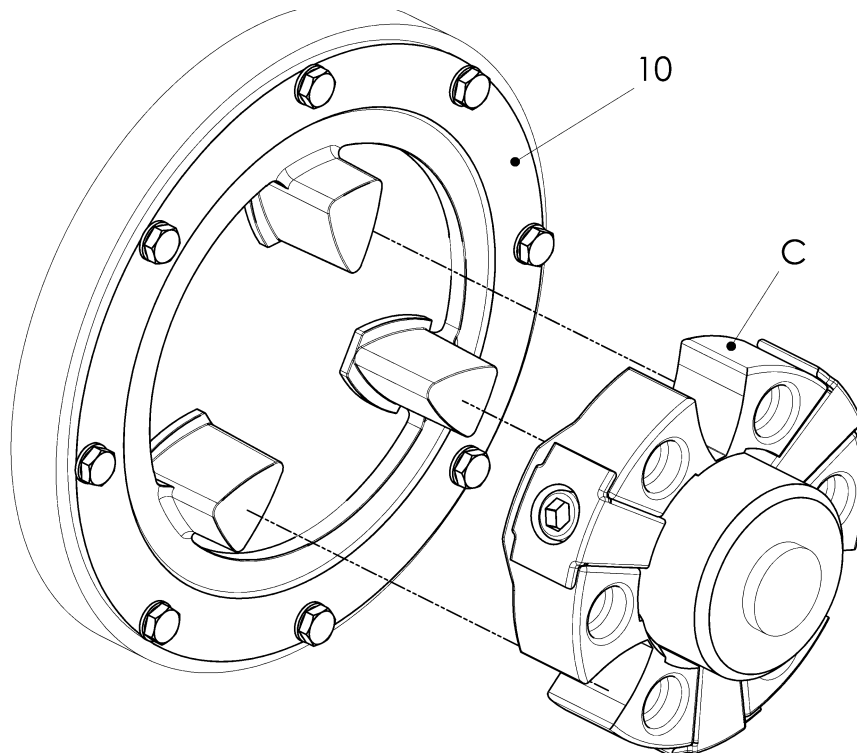

Abbildung 5-19 An- und abtreibende Aggregate verbinden (Baugruppe -4000)
8.2 An- und abtreibende Aggregate trennen**Siehe Abbildung 5-19 oder 5-18:**